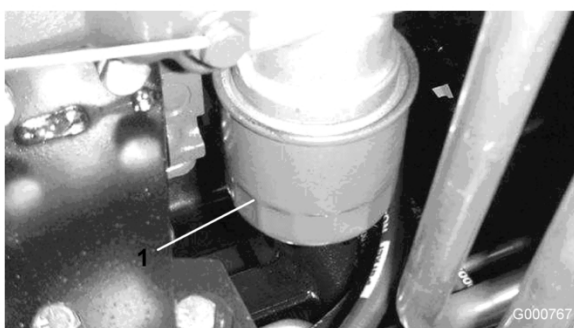

Figure 43
2. Déposez le filtre à huile (Figure 43). Appliquez une fine couche d'huile propre sur le joint du filtre de rechange avant de le visser en place. Ne serrez pas excessivement.